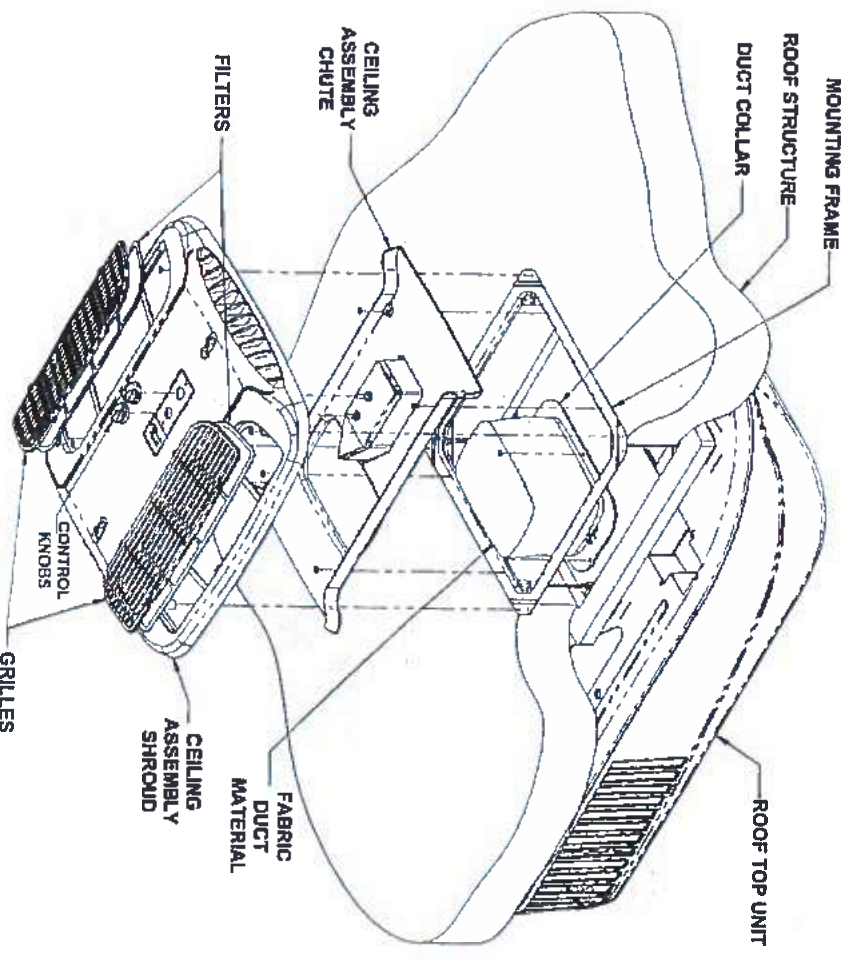

FIGURE 9
H. Soulevez la chute de l'ensemble de plafond jusqu'au cadre de montage et fixez-la avec les 4 vis de montage fournies (voir Figure 9).